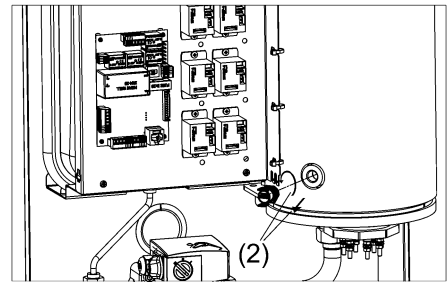

Рисунок 14. Замена реле минимального давления
- (1) Отсоедините наконечники жгута управления от реле.
- (2) Выверните реле (см. рис. 14) из теплообменника (колбы).
- (3) Вверните новое реле в теплообменник (колбу), при уплотнении резьбы используйте специальный резьбовой герметик.
- (4) Подсоедините наконечники жгута управления.
- (5) Проверьте герметичность установки реле.
- (6) Проверьте надёжность контактов электрического подсоединения.